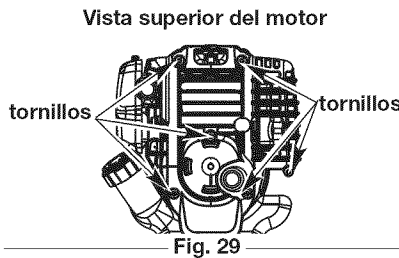

Fig. 29
1. Quite los dos (6) Tornillos de encima de la tapa del motor con un destornillador de pala o Torx #25 (Fig. 29).
4. Saque la cubierta del motor (Fig. 29).
- Apague el motor y espere que se enfríe. Retire los seis (6) tornillos de la parte posterior de la tapa del motor con destornillador de cabeza plana o Torx No. T-25 (Fig. 29).